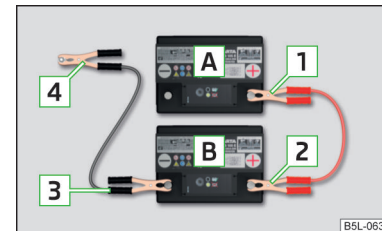

Abb. 138
- > Die Klemme **1** am Pluspol der entladenen Batterie **A** » Abb. 138 befestigen.